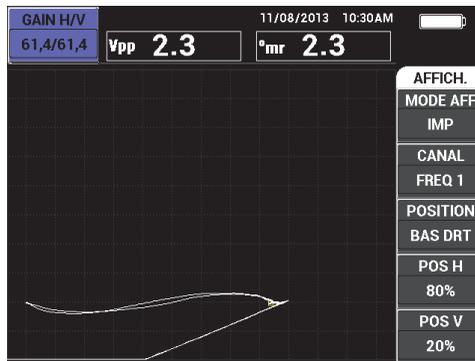

Figure 4-3 Entrefier de la sonde – Non horizontal au départ
- L'entrefer n'est pas horizontal (voir la Figure 4-3 à la page 85).